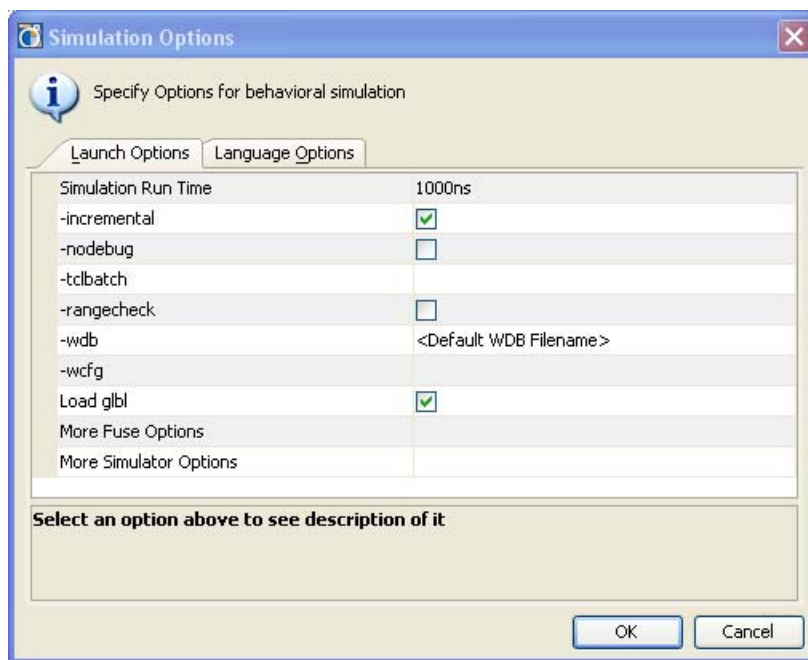

図 5-11 : [Simulation Options] ダイアログ ボックス
- [Options] : 図 5-11 および 195 ページの図 5-12 に示す [Simulation Options] ダイアログ ボックスを開きます。
[Simulation Options] ダイアログ ボックスの [Launch Options] タブでは、Fuse および ISim で実行される起動オプションを指定します。図 5-11 に、[Simulation Options] ダイアログ ボックスを示します。